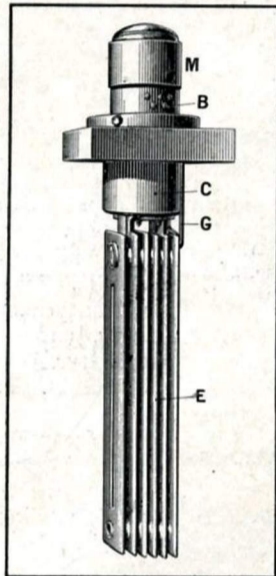

Fig. 4. — Élément complet d'une machine à faire le froid par chlorure de méthyle (type à compression).
- 2° Le chlorure de méthyle (CH_2Cl), dont la vaporisation détermine un froid de -23° c. (voir fig. 4) ;